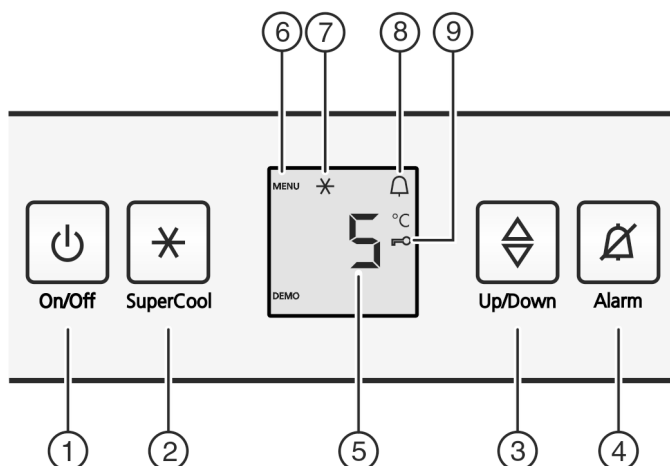

Fig. 2
- ▶ Pulsar tecla On/Off Fig. 2 (1)
- ▶ Pulse la tecla SuperCool Fig. 2 (2) durante aprox. 5 segundos.
- ▷ En el indicador se visualiza el símbolo Menú Fig. 2 (6).
- ▶ Confirme brevemente con la tecla SuperCool Fig. 2 (2).
- ▷ El símbolo de seguridad para niños Fig. 2 (9) se ilumina en el indicador.
- ▶ Pulse brevemente la tecla On/Off Fig. 2 (1).
- ▶ Pulse la tecla Alarm Fig. 2 (4).
- ▶ Acceder a la función de temperatura: pulse la tecla de ajuste Fig. 2 (3).
- ▶ Modificar la temperatura en intervalos de 1 °C: pulse la tecla de ajuste Fig. 2 (3) hasta que se ilumine la temperatura deseada en el indicador de temperatura.
- ▶ Pulse brevemente la tecla SuperCool Fig. 2 (2).
- ▷ El símbolo de SuperCool Fig. 2 (7) se ilumina en la pantalla.
- ▷ El símbolo de SuperCool Fig. 2 (7) se apaga en la pantalla.